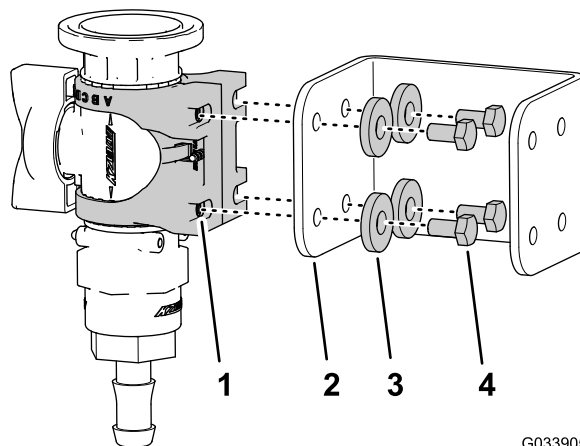

图 28
3. 用 4 个螺栓 6 x 12mm 和 4 个扁平垫圈将阀安装座装到控制阀支架上 图 28 上紧螺栓扭矩至 1012N·m。